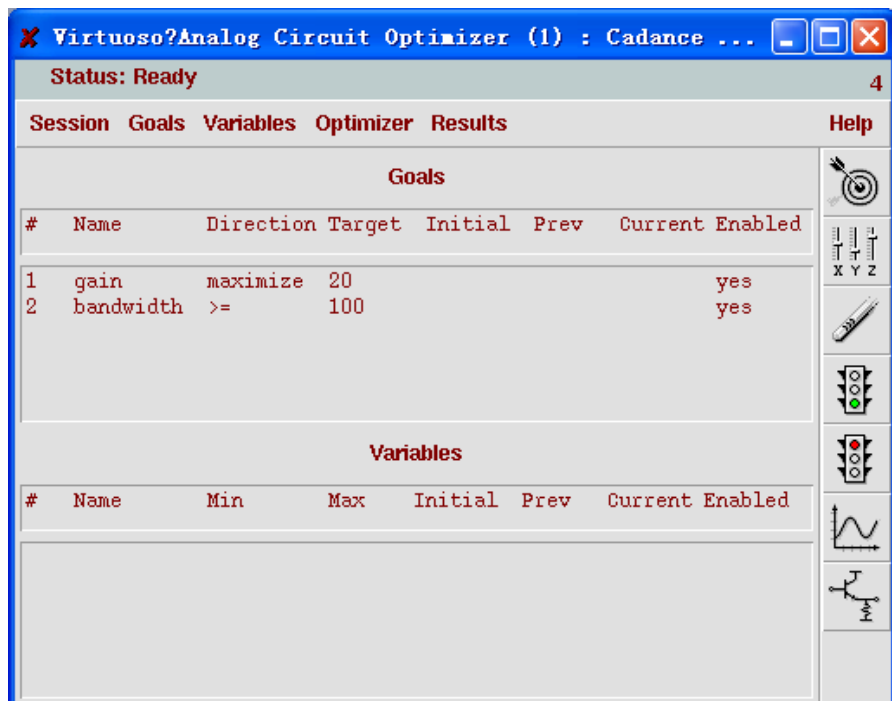

图 11.17 编辑后的优化对象窗口
- 4) 点击“OK”，发现选择的对象已经被修改，如图 11.17
注意：对比图 11.4 中 “Design Variables” 栏和图 11.17 中 “Name” 栏中的设计变量，可以发现他们是一致的。这说明优化器在优化时所改变的设计变量，都须要在 “ADE” 窗口中事先定义。